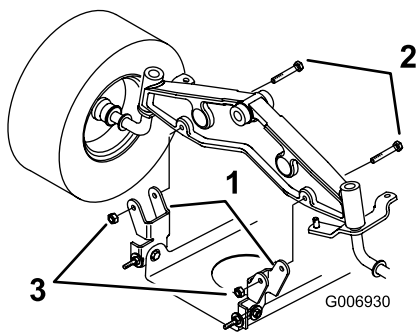

Figura 42
- Montate le staffe di fissaggio orientabili del tosaerba sul ponte anteriore con bulloni e dadi di bloccaggio (Figura 42).